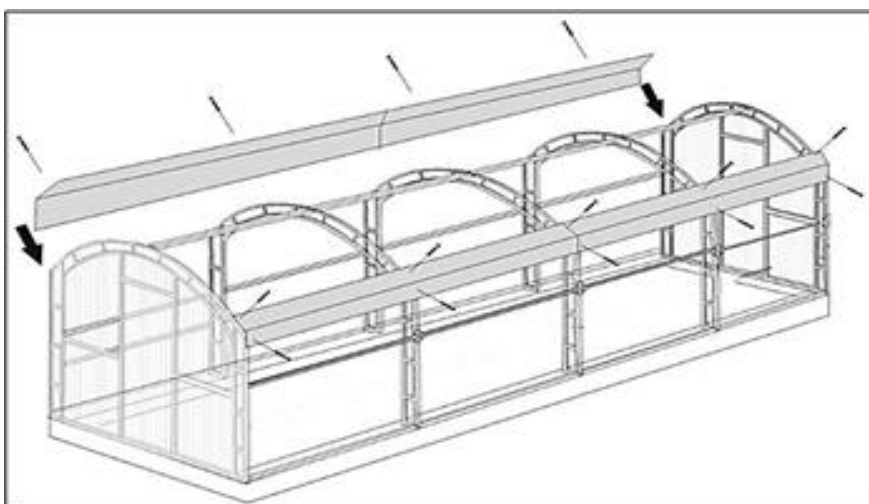

Abb. 5
6. Befestigen Sie die Eckelemente (Nummer 16 in der Tabelle) wie in Abb. 5 gezeigt. Sie sollten in den Ecken der Bögen befestigt werden.